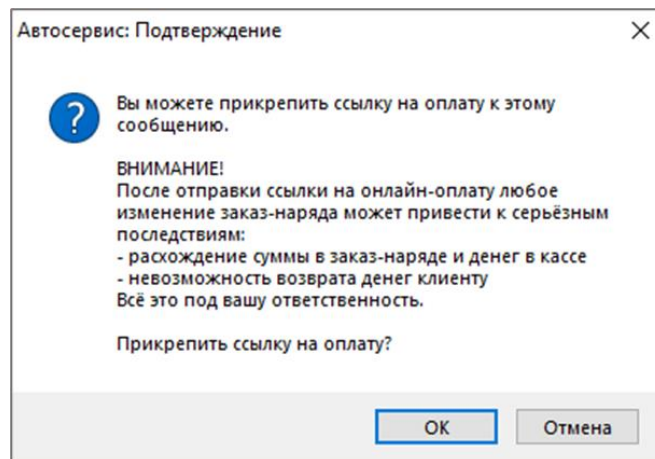

рис. 304
9. Если на вашем предприятии подключена функция онлайн-оплаты, вы можете отправить клиенту ссылку на онлайн-оплату заказ-наряда. В функционале программ **Автосервис** и **АвтоКомплекс** для этого всё предусмотрено. При необходимости, клиенту можно отправить ссылку на онлайн-оплату заказ-наряда. После нажатия кнопки **ОК** (рис 303) у сотрудника откроется окно с запросом на отправку ссылки на онлайн-оплату (рис.304).